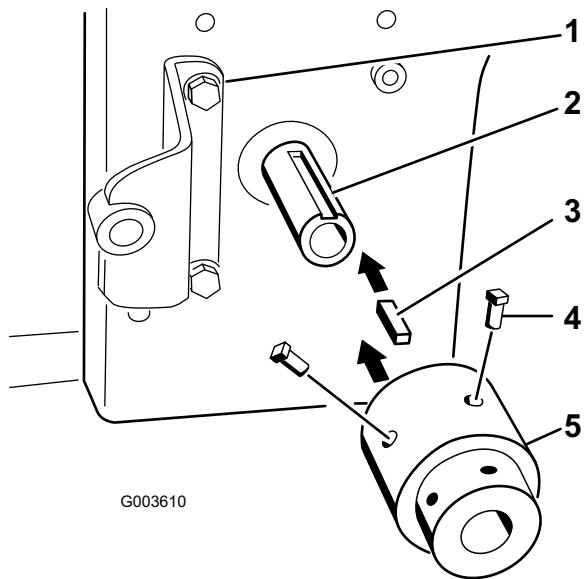

Figure 19
6. Placez la clavette carrée (1/4 x 1") dans la fente de l'arbre de PDF du moteur (Figure 19).
7. Alignez l'ensemble moyeu sur la clavette carrée et posez-le sur l'arbre de PDF (prise de force) du moteur (Figure 19).
8. Appliquez du produit Loctite® sur les 2 vis de réglage (5/16 x 3/4 pouce) et placez-les dans l'ensemble moyeu pour le fixer à l'arbre de PDF (Figure 19).